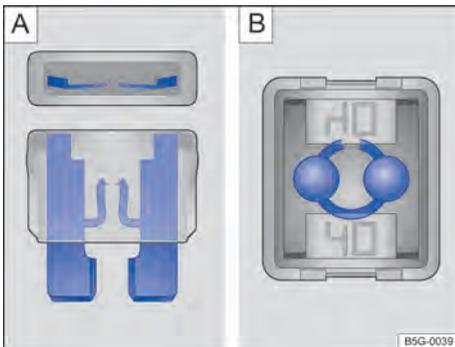

Fig. 176 Fusible quemado: A) fusible plano, B) fusible de bloqueo.
- Un *fusible plano* (ATO®, MINI®) quemado se reconoce desde arriba o desde el costado por la carcasa transparente en las bandas metálicas derretidas → fig. 176 [A].
- Un *fusible de encastre* (JCASE®) quemado se reconoce por las bandas metálicas derretidas desde arriba de la carcasa transparente → fig. 176 [B].